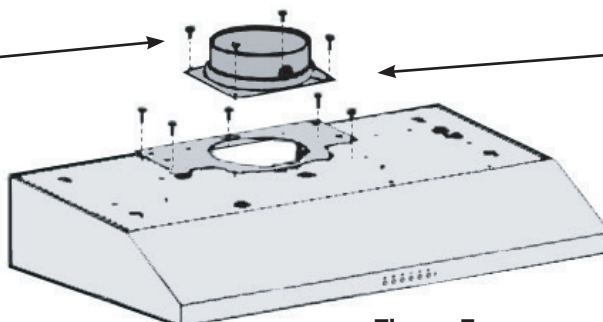

Figure 7
- Positionner ensuite la plaque de montage rectangulaire sur le dessus et la fixer en place à l'aide des vis; positionner le registre de 15 cm (6 po) par-dessus la plaque et le fixer en place à l'aide des vis fournies (Figure 7).